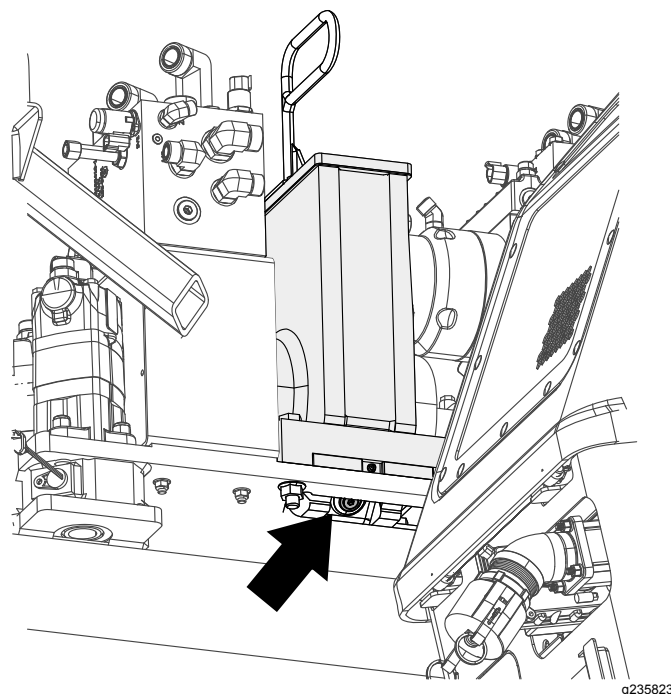

Figure 101
3. Retirez le bouchon de vidange et vidangez l'huile (Figure 101).